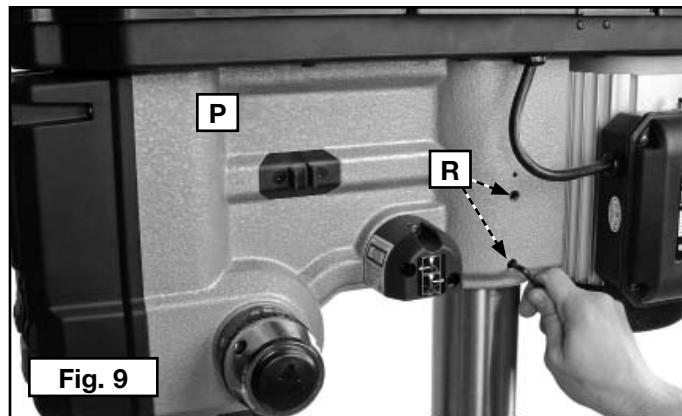
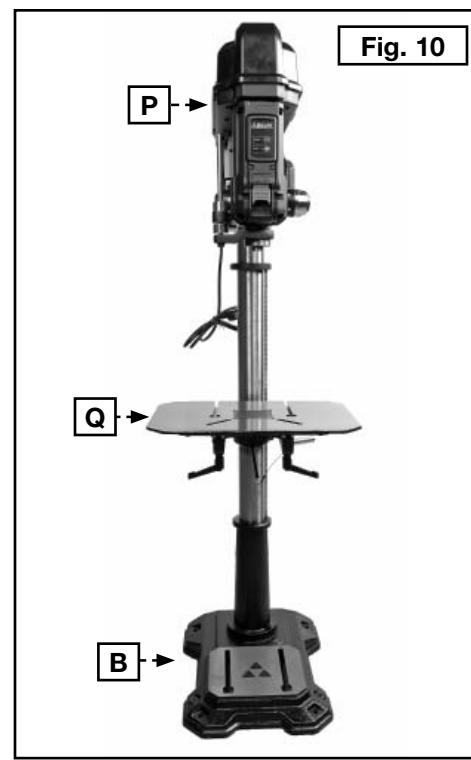

Fig. 9
Fig. 10
1. Poussez à fond la tête (P) de la perceuse à colonne, fig. 9, sur la colonne.
**REMARQUE :** s'assurer que les vis de blocage (R) de la tête n'empêchent pas la tête de la perceuse à colonne de reposer bien à plat sur la colonne.
2. Alignez la tête (P), fig. 10, avec le plateau (Q) et la base (B).
3. Resserrez les deux vis de blocage de tête (R), fig. 9, avec la clé hexagonale de 5 mm fournie à cet effet.